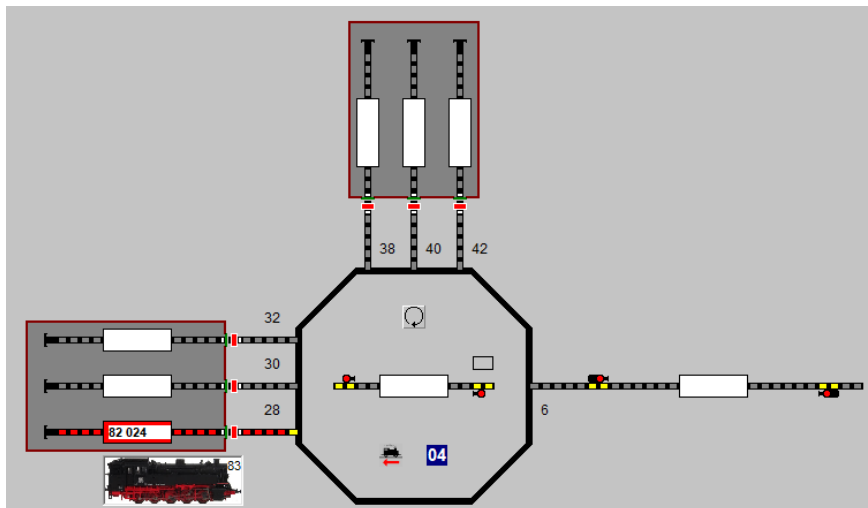

Bild 5
1. Es befindet sich keine Lok auf einem ZNF der ‚iDS‘ und es wird ein Anschluß im Gleisbild angeklickt oder via Fahrstraße angesteuert. In diesem Fall dreht die Bühne auf kürzestem Weg zu diesem Anschluß, weil durch das leere ZNF keine bestimmte Abfahrtsrichtung beachtet werden muß. Die Information von welchem Anschluß aus die Bühne startet, wird aus dem zuletzt angeforderten Anschluß gewonnen (gelbe Ausleuchtung des Anschlusses). Wie im Bild 5 zu sehen, steht die Bühne mit dem Haus am Anschluß 4 (Zähler). Der letzte angeforderte Anschluß ist 28 (gelbe Ausleuchtung). Beide Anschlüsse liegen sich gegenüber. Ein Anfordern der Anschlüsse 6 oder 30, würde in diesem Beispiel die gleiche Reaktion der ‚iDS‘ bewirken. Sie dreht auf kurzem Weg 2 Anschlüsse im Uhrzeigersinn. Es gibt jedoch einen Unterschied. Fährt nach der Drehung eine Lok auf die Bühne, so hat die ‚iDS‘ die Information, von wo die Lok aufgefahren ist und folglich auch die Ausrichtung der Lok auf der Bühne. Die Ausrichtung ist unterschiedlich, ob man von Anschluß 6 rückwärts oder von Anschluß 30 rückwärts auffährt. Es ist also wichtig, das bei leerer Bühne immer der Anschluß angefordert wird, von dem als nächstes aufgefahren werden soll.